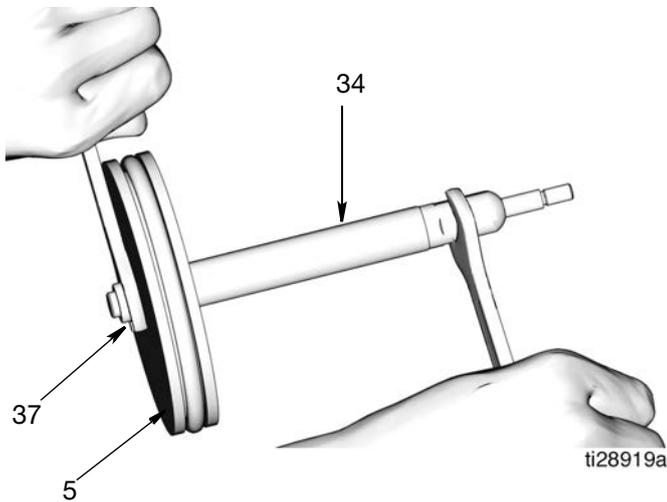

FIG. 23
- b. Separe el eje del pistón (34) y el pistón (5) utilizando dos llaves, trabajando en direcciones opuestas. Fije una llave en la parte plana del eje del pistón y con la otra llave afloje la tuerca (37) (FIG. 23).